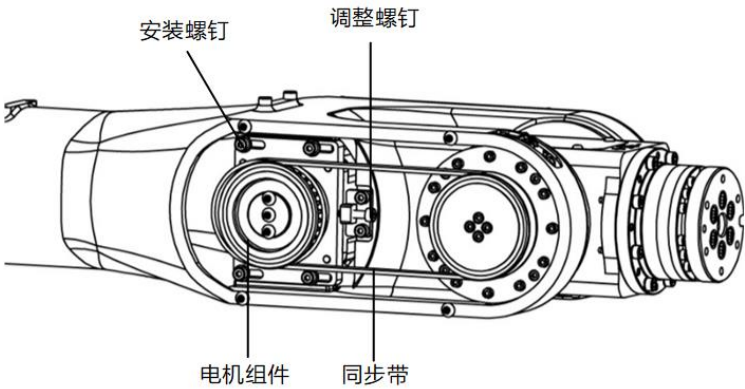

图 12-10 拆卸同步带
- 步骤5. 拆卸电机座四颗 M4 螺钉，如图 12-10 所示。